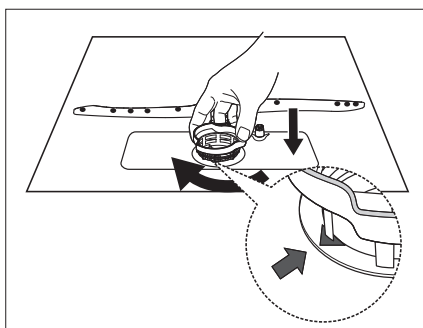

Fig. 21
- Per rimontare il filtro, procedere in ordine inverso. (Vedere la **fig. 21**)